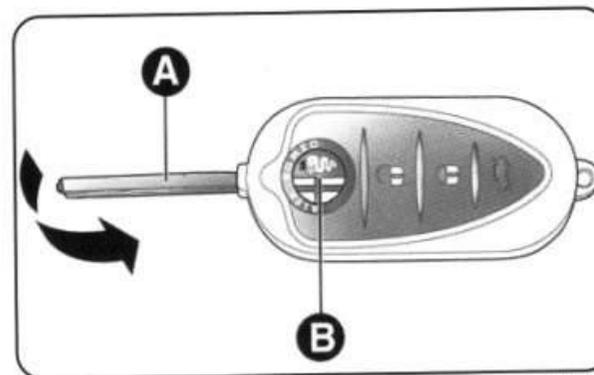

рис. 15
Металлическая часть ключа А (рис. 15) задействует:
*Нажимать на кнопку В (рис. 15) необходимо, удерживая ключ подальше от тела, особенно от глаз, а также от предметов, которые могут быть легко повреждены (например, от деталей одежды). Ни в коем случае не следует оставлять ключи без присмотра, так как кто-нибудь, особенно ребенок, может случайно нажать на кнопку.*